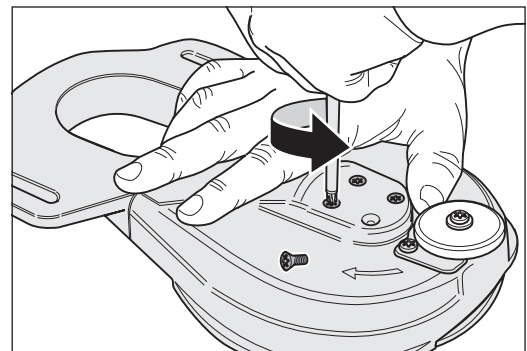

Fig. 34 Sacar los cuatro tornillos de sujeción del soporte del plato de lijado.
- 8 Con ayuda de la llave múltiple desenrosque los cuatro tornillos de sujeción del soporte del plato de lijado y saque los tornillos (Fig. 34).